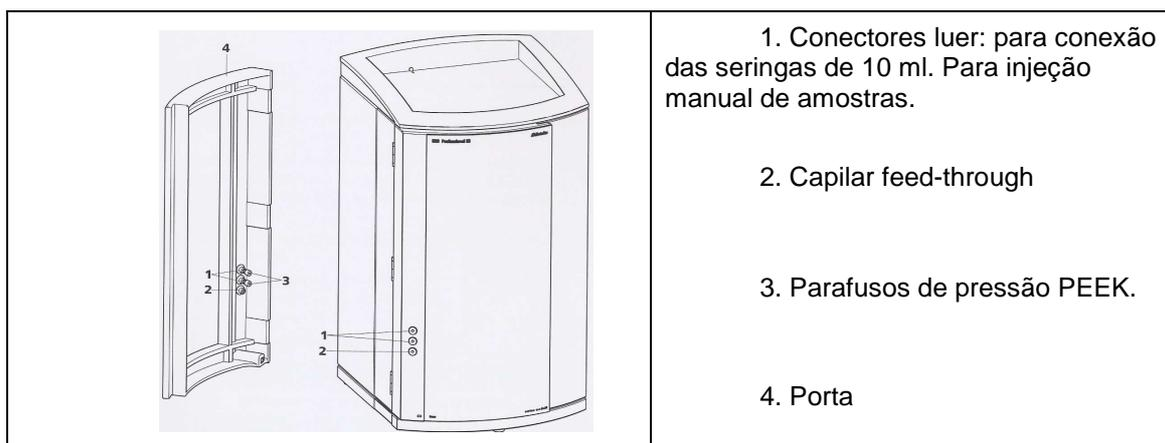

Figura 14.2 – Capilar do sistema de injeção
- Colocar o capilar de aspiração dentro do recipiente (balão) contendo o padrão ou a amostra a ser injetada (na Figura 14.2, indicado como 2).